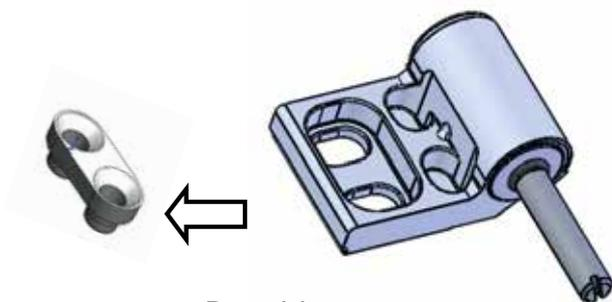

Рис. 11
6. Вынуть сухари из полупетель (Рис. 11 и 12).